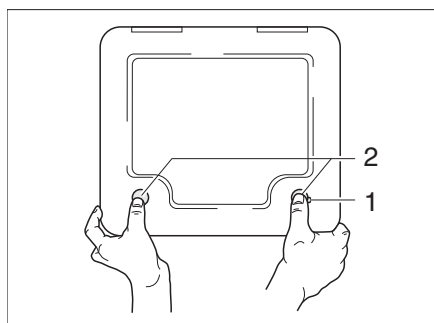

Fig. 134 Portillon pour cassette Thetford
- Ouvrir le portillon pour la cassette Thetford à l'extérieur du véhicule. Insérer pour cela la clé dans le barillet du verrou de pression (Figure 134,1) et la tourner d'un quart de tour dans le sens des aiguilles d'une montre.
- Appuyer du pouce et simultanément sur les deux verrous de pression (Figure 134,2) et ouvrir le portillon pour la cassette Thetford.